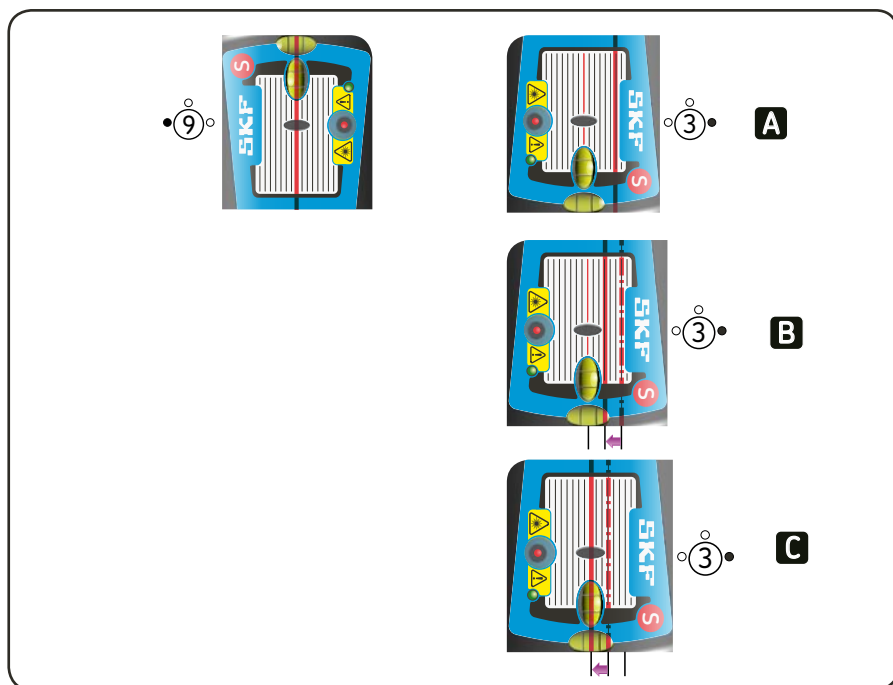

Fig. 13. Pré-alinhamento
d) Se o alinhamento horizontal for muito pobre, as linhas do laser podem mover-se para fora das áreas dos detectores. Se isto acontecer, terá que ser feito um pré-alinhamento menos preciso. Para tal, dirija as linhas do laser na direcção dos detectores de posição de 9 horas. Rode as unidades de medição para a posição de 3 horas quando as linhas atingirem pontos situados fora da área dos detectores. Ajuste as linhas para a posição a meia-distância entre o centro do detector e a posição actual através do mecanismo de ajuste, como se indica na fig. 13. Alinhe a máquina Móvel até que as linhas atinjam o centro do detector de posição.